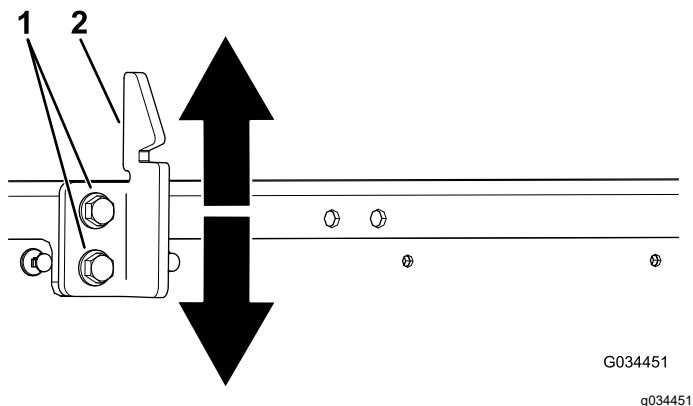

Figura 56
3. Allentate i 2 bulloni sul gancio di chiusura del pianale e spostate il gancio su o giù, a seconda se è troppo alto o troppo basso (Figura 56).
4. Serrate i 2 bulloni sul gancio di chiusura del pianale (Figura 56).